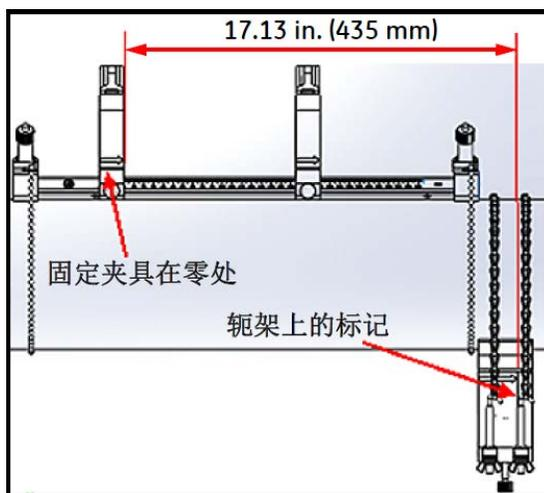

图 29: 轭架设置在 435 mm/17.13 in. 处
- 间距 >305 mm/12 in. （示例中使用 435 mm/17.13 in.）：从固定夹具的边缘到轭架标记线之间，量出所需的 435 mm/17.13 in. 间距（请参见下面的图 29）。